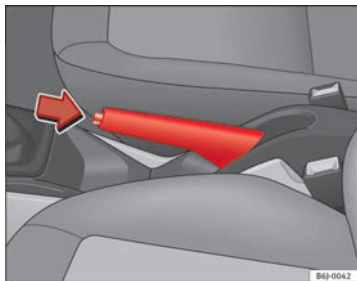

Fig. 118 Frein à main entre les sièges avant
⇒ fig. 118.
- Soulevez légèrement le levier du frein à main, appuyez sur le bouton de déblocage dans le sens de la flèche ⇒ fig. 118 et abaissez le levier au maximum ⇒ fig. 118.
Abaissez toujours le frein à main à fond pour éviter de conduire par inadvertance avec le frein légèrement serré ⇒ fig. 118.